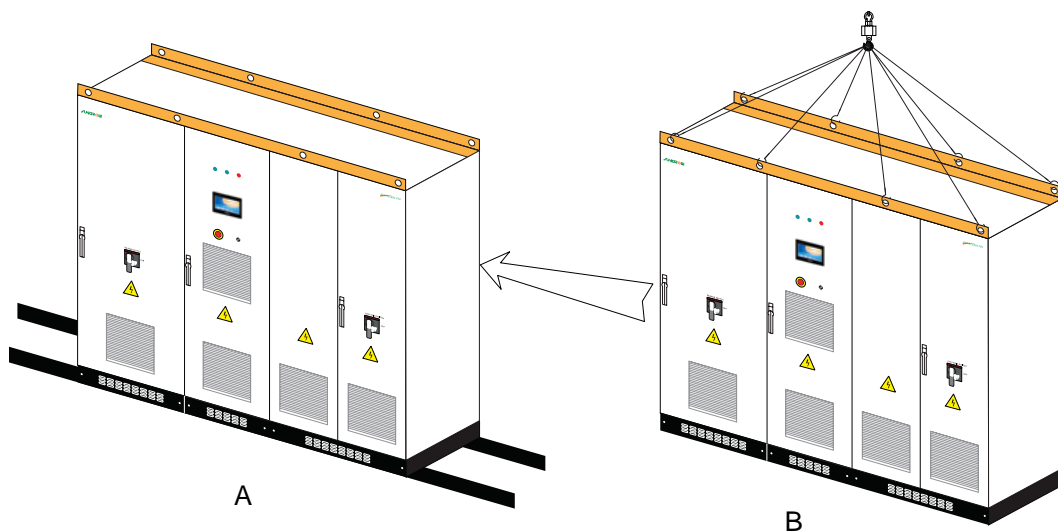

图7-4 滑动或起吊方式移动逆变器
- 铺设导轨将逆变器推动至最终安装位置，如图 7-4 A。
- 如果必须使用起吊方式进行移动，如图 7-4 B，请注意起吊位置以及起吊工具。需要保证起吊角度 $\geq 70^\circ$ ，并注意逆变器重心位置。